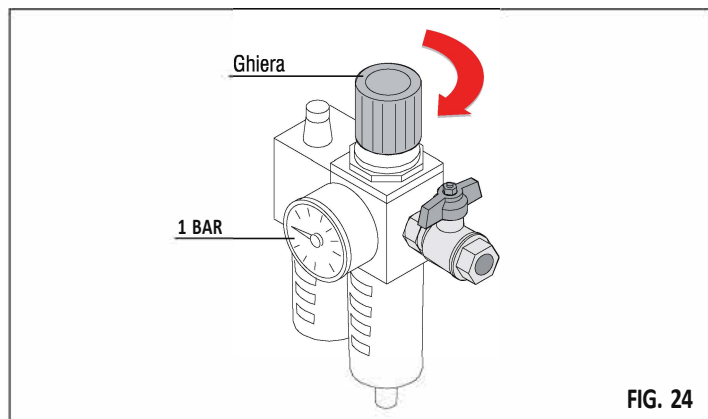

FIG. 24
5) Aprire il regolatore di pressione ruotando la ghiera in senso orario fino ad ottenere una pressione pari ad 1 bar (fig.24).